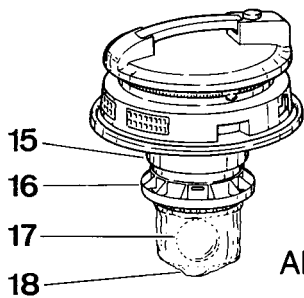

Abb. 2
- Trockener Staub oder Abfall darf **nie ohne eingesetzten Textil- und Sicherheitsfilterfilter** gesaugt werden (**Bild 2**).
(Bild 2)